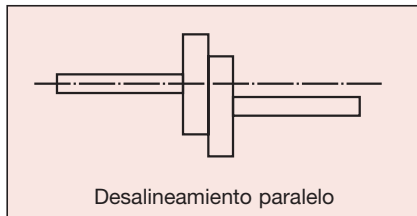

Figura 1.
– *Desalineación paralela*: se presenta entre dos ejes entre sí cuando no están en el mismo plano. Este tipo de desalineación generará una vibración radial (*figura 1*).